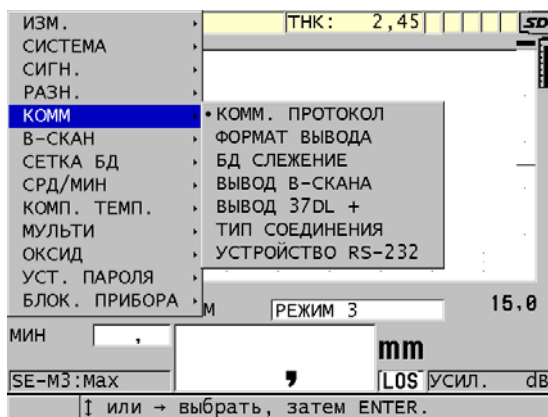

Рис. 14-2 Просмотр параметров коммуникации
7. В окне **КОММ** (см. Рис. 14-2 на стр. 260):